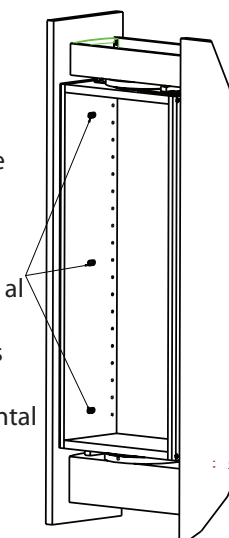

Fig 4
Step 2: Once the panel is secured in the proper location on the front of the armoire with the double sided tape, attach permanently with No. #8 X 1 1/4" screws provided. Be sure to use all (3) screws to ensure that the panel will not pull from the front of the cabinet. (See figure 4)
Etape 2: Quand le panneau est fixé au bon endroit sur l'avant de l'armoire avec de la bande adhésive à double côté, l'attacher de façon permanente avec les vis NO8 X 1 1/4" fournies. Soyez sûr d'utiliser chacune des (3) vis pour s'assurer que le panneau ne se détachera pas de l'avant du caisson. (Voir Figure 4)